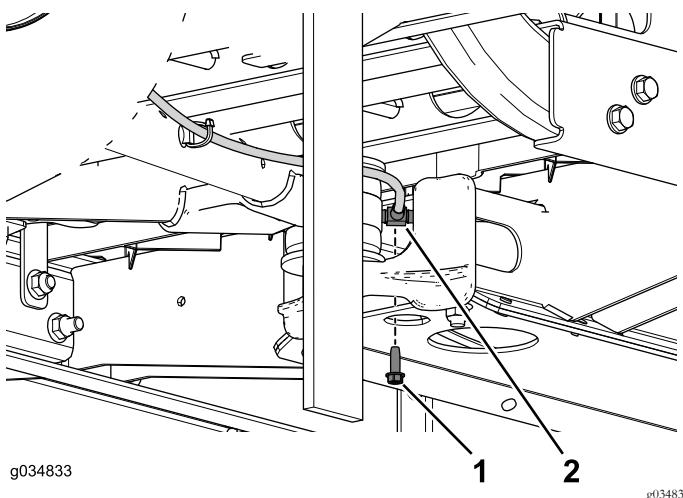

Рисунок 18
5. Выверните самонарезающий винт, который крепит тройник тормозной трубы к центральному швейлеру (Рисунок 18).